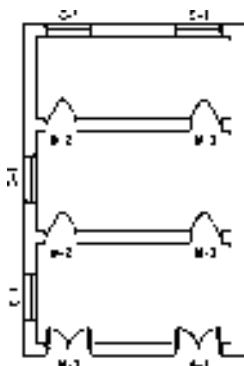

图 5-103 打开素材
1) 按〈Ctrl+O〉组合键，打开配套光盘提供的“第5章/5.3.4 门窗编号.dwg”素材文件，结果如图5-103所示。